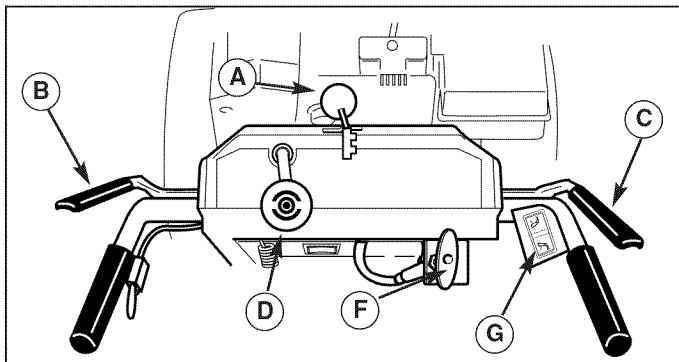

Figure 23. Controls (from operator's position)
7. Check the Drive Control (B, Figure 23), and Auger Control (C) for proper operation. If adjustment is required, see the Service section for procedures.
8. Check the Chute Direction Control (D or F Figure 23) for proper operation. The discharge chute should rotate freely in both directions. See the Service section for adjustment procedures and troubleshooting.
9. Check the Chute Deflector (E, Figure 23) for proper operation. The deflector should pivot freely up and down when the Chute Deflector Knob is loosened.
11. Check the Speed Selector (A, Figure 23) for smooth operation. The control must move freely into each speed position gate and remain in position when released. If the Speed Selector does not move freely into all forward and reverse speed positions, contact your local authorized dealer for assistance.
7. Antriebshebel (B, Abbildung 23) und Schneckenfördererhebel (C) auf ordnungsgemäße Funktion prüfen. Ggf. notwendige Einstellungsverfahren dem Abschnitt "Service" entnehmen.
8. Auswurfrichtungs-Einstellhebel (D / F Abbildung 23) auf ordnungsgemäße Funktion prüfen. Der Auswurfschacht muss sich in beiden Richtungen frei drehen. Ggf. notwendige Einstellungsverfahren und Abhilfemaßnahmen dem Abschnitt "Service" entnehmen.
9. Ablenkblech des Auswurfschachts (E, Abbildung 23) auf ordnungsgemäße Funktion prüfen. Das Ablenkblech muss sich frei nach oben und unten bewegen lassen, wenn der Knopf des Auswurfschacht-Ablenkblechs gelöst ist.
11. Gangwahlschalter (A, Abbildung 23) auf Leichtgängigkeit prüfen. Der Schalter muss sich leicht in alle Gangpositionen bewegen lassen und bei Freigabe in der jeweiligen Position fixiert bleiben. Wenn sich der